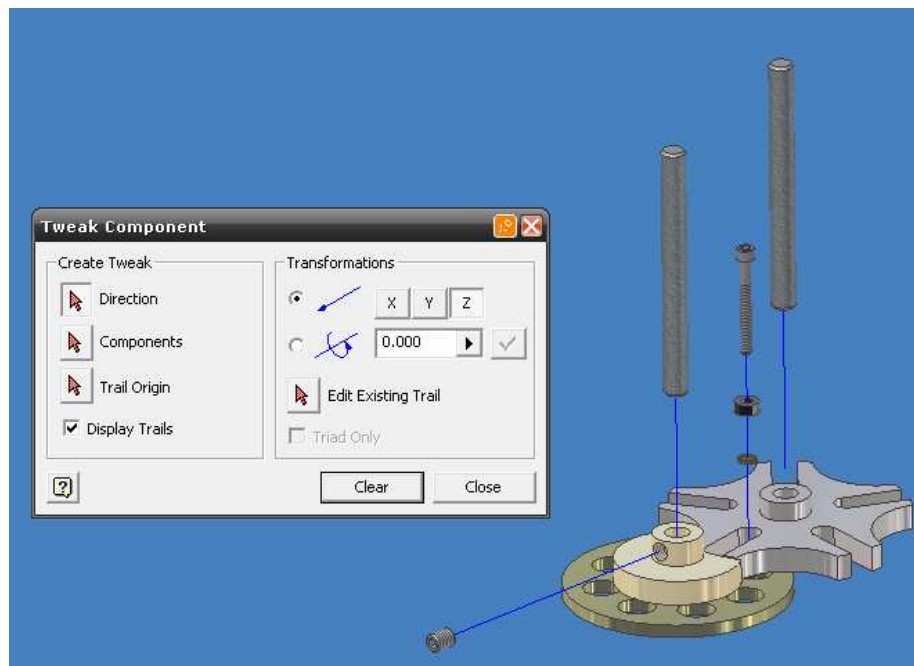

Figura 5.23 Desplazamiento lineal del tornillo, buje y arandela.
11.-Seleccione el tornillo y el punto de origen del movimiento y presione CLEAR. Repita el mismo procedimiento con el BUJE y la ARANDELA, figura 5.23.